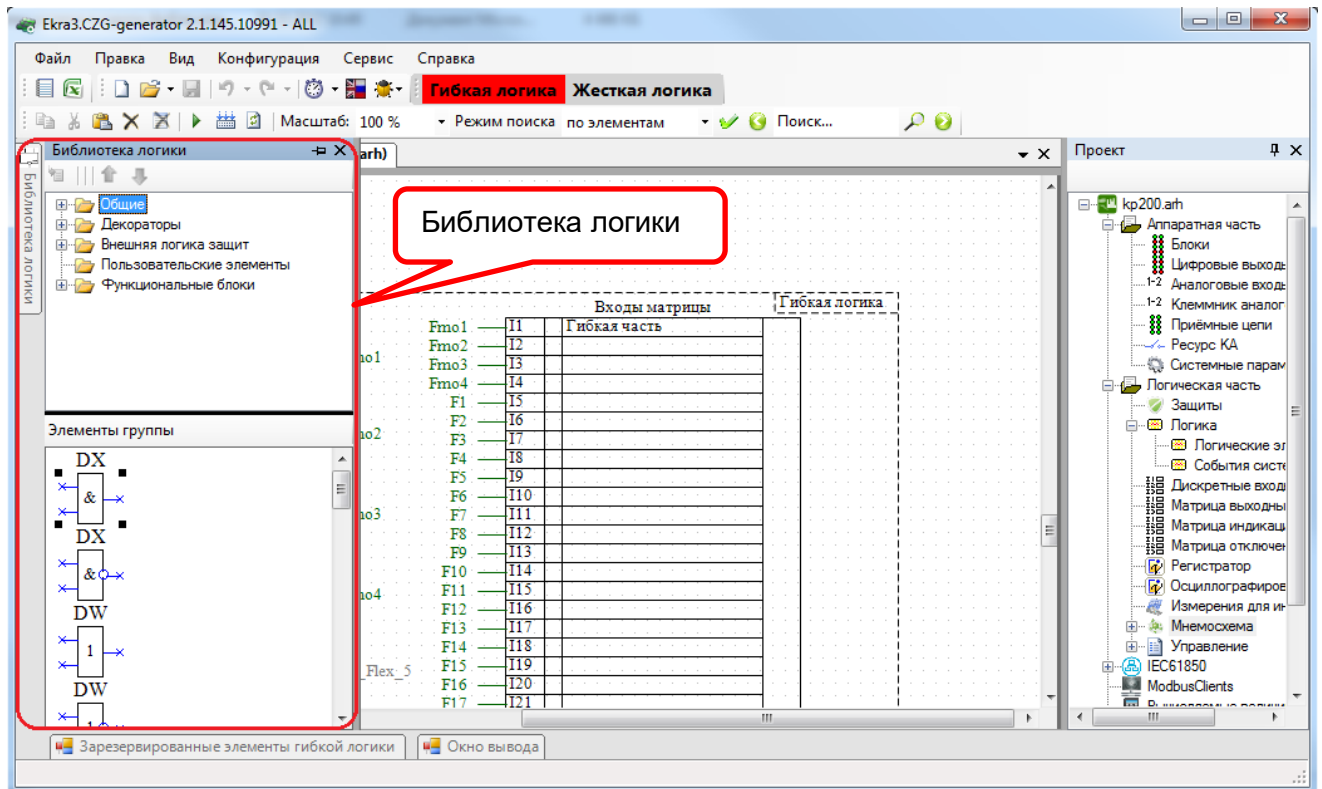

Рисунок 4.19
4.4.1 При наведении курсора мыши на боковую вкладку **Библиотека логики** появляется окно с элементами логики (см. рисунок 4.19), используемыми в жесткой логике.